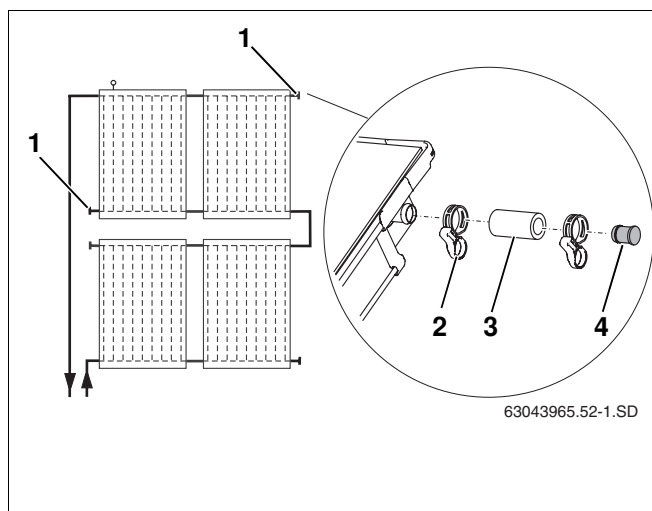

Fig. 59 Montage des bouchons pleins prémontés
Fermez les raccords de capteurs que vous n'utilisez pas à l'aide des bouchons pleins (fig. 59, **pos. 1**).
- ▶ Insérer les tubes solaires 55 mm (fig. 59, **pos. 3**) avec les bouchons pleins prémontés sur les deux raccords libres.